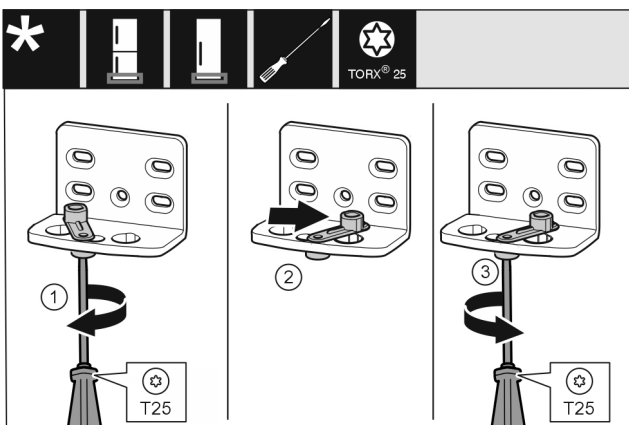

Fig. 17
- ▶ Šroubovákem volně přišroubujte šroub Fig. 17 (1).
- ▶ Zvedněte pomůcku zavírání dveří Fig. 17 (2) a v otvoru ji otočte o 90° doprava.
- ▶ Šroubovákem šroub Fig. 17 (3) pevně utáhněte.